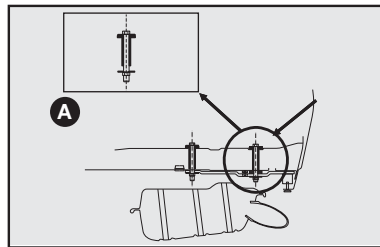
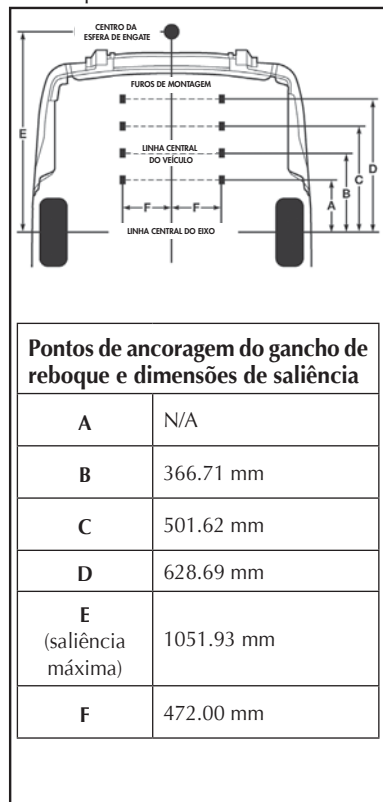

fig. 12
fig. 13
- Efetuar no veículo a furação com \varnothing (diâmetro) 11 mm traspassando o assoalho posterior (ver detalhe **A-fig. 12**) e a longarina nas marcas esquemáticas indicadas na **fig. 13**.